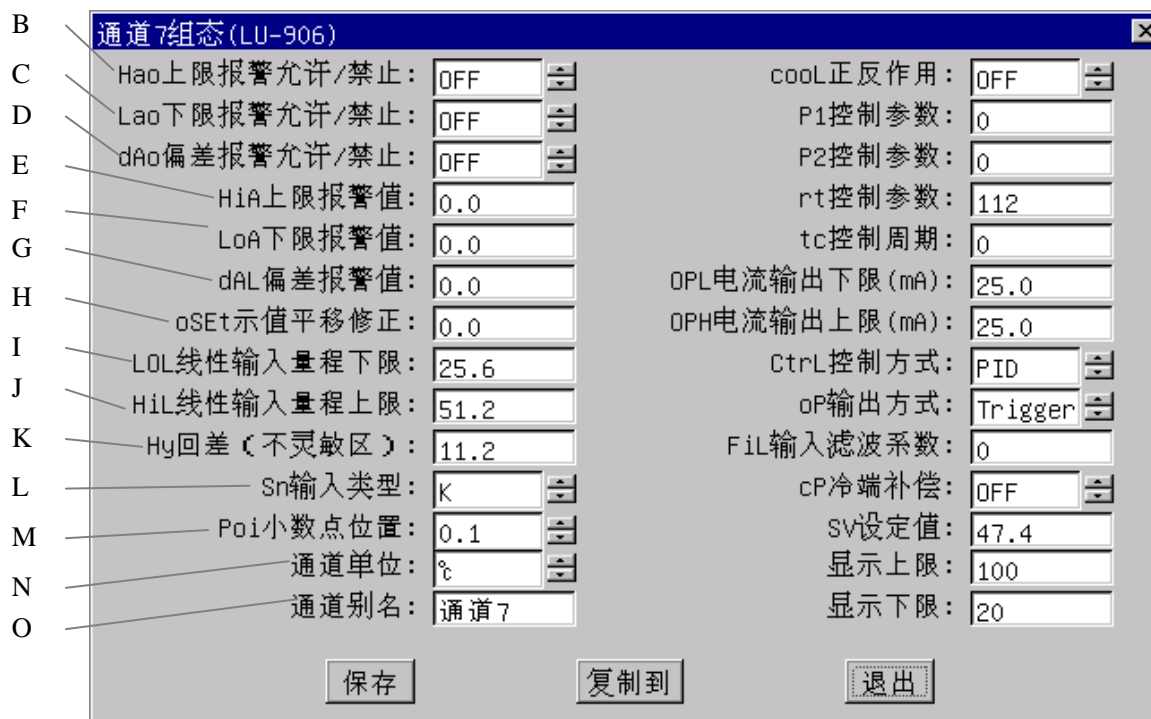

图 5.27 906 通道组态画面
如图 5.27 所示, 在这个画面里含有两个通道的组态
- ◆ “复制到”按钮—调出图 5.27，将本画面的两个通道组态复制到别两个通道中